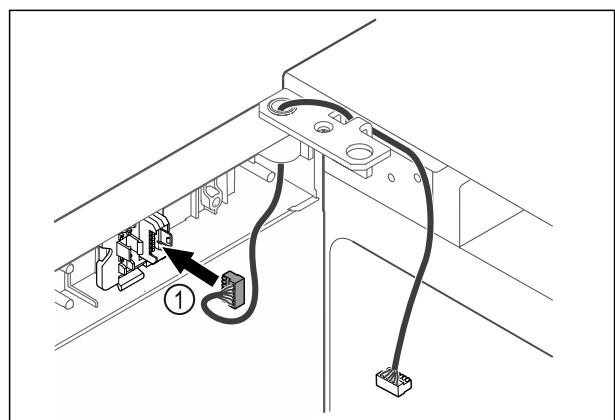

Fig. 46
- Ievietojiet spraudni Fig. 46 (1) spraudņa turētājā.